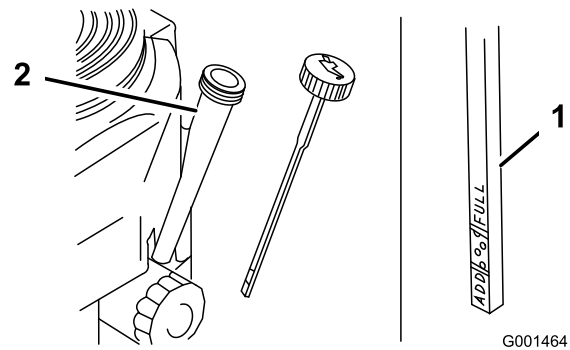

Figura 22
4. Limpie alrededor de la varilla de aceite (Figura 22) para impedir que caiga suciedad por el orificio de llenado y cause daños en el motor.
5. Desenrosque la varilla de aceite y limpie el extremo (Figura 22).
6. Deslice la varilla a fondo en el tubo de llenado, pero no la enrosque en el tubo (Figura 22).
9. Vierta lentamente un 80% aproximadamente de la cantidad especificada de aceite por el tubo de llenado (Figura 22).